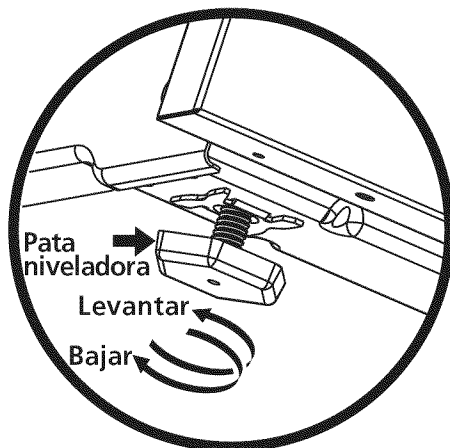

Figura 16
2. Ponga un nivel sobre la parrilla. Tome dos lecturas con el nivel puesto diagonalmente en una dirección y después en la otra. Nivele la estufa, si es necesario, ajustando las 4 patas niveladoras con una llave de tuercas (Figura 16).